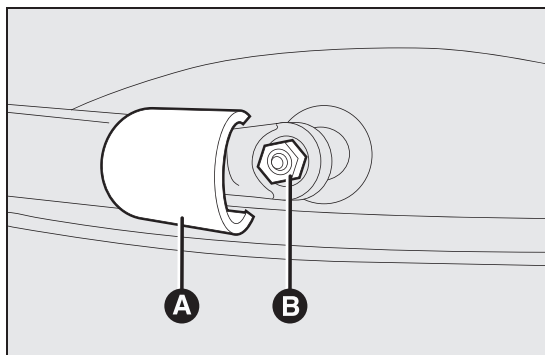

fig. 138
- ☐ kantel het dopje A fig. 138 omhoog, draai de moer B fig. 138 los waarmee de wisserarm aan de as is bevestigd, en neem de arm van de as;